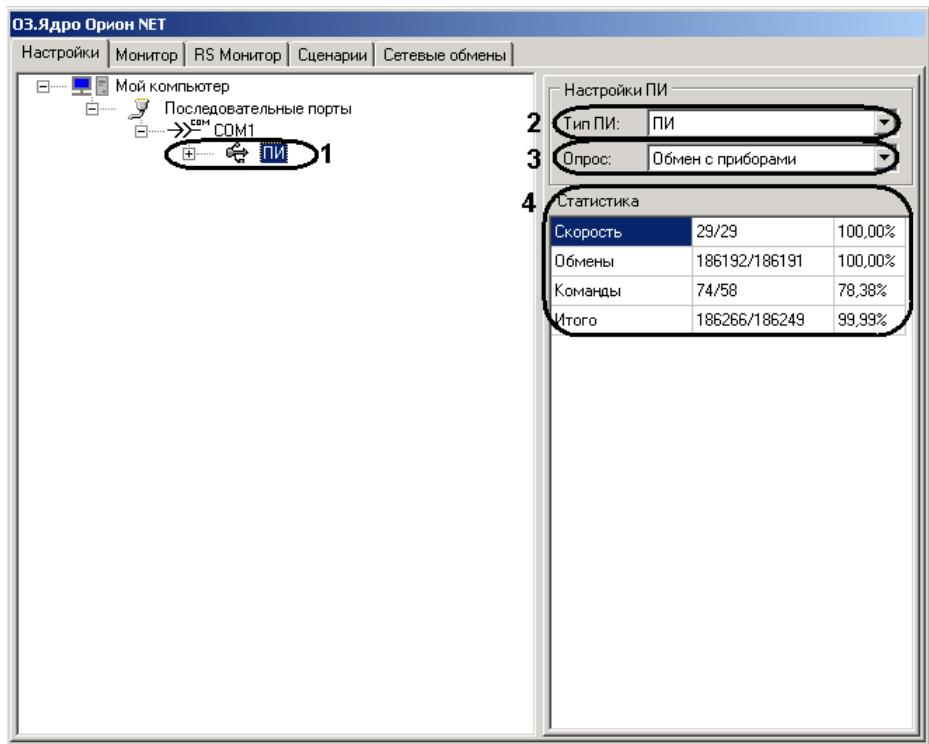

Рис. 4.2—3 Настройка ПИ
4. Состояние преобразователя интерфейсов (**ПИ**): (Рис. 4.2—3, 1).
- 3.1 Для просмотра состояния преобразователя интерфейсов необходимо выделить в дереве объектов объект **ПИ** нажатием левой кнопки мыши (см. Рис. 4.2—3, 1).